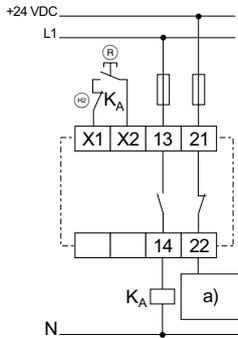

Fig. 16
**Commande à 1 canal avec boucle de retour (Fig. 16)**